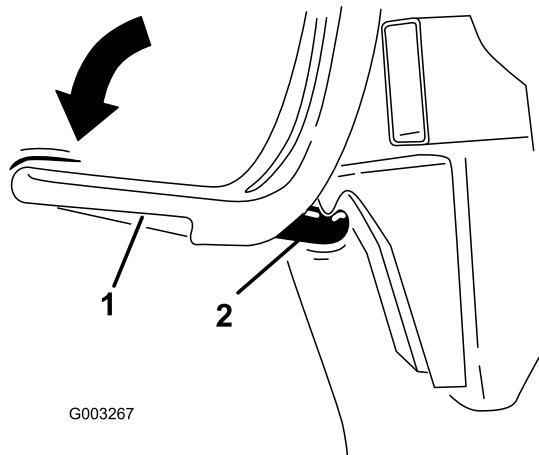

图 7
8. 将装袋机闩锁放到闩锁钩下方 图 7。
9. 按装袋机闩锁直到闩锁锁入到位图 7。